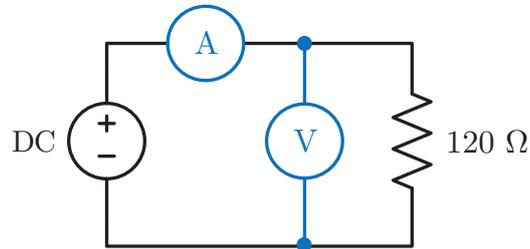

Figura 1: Circuito para el cálculo de la potencia en CD.
1. Armar el circuito mostrado en la Figura 1.